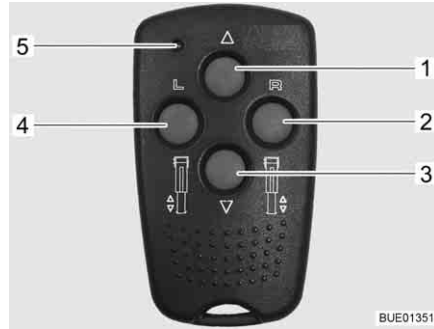

Fig. 34 Controlo remoto para apoios de elevação elétricos
- Pré-seleção: Apoio de elevação do lado esquerdo (Fig. 34,4)
- Pré-seleção: Apoio de elevação do lado direito (Fig. 34,2)
- Recolher o apoio de elevação (Fig. 34,1)
- Extrair o apoio de elevação (Fig. 34,3)
- LED de controlo (Fig. 34,5)
Sempre que uma tecla é pressionada, o LED de controlo (Fig. 34,5) pisca.
- Prima a tecla de pré-seleção para o lado do apoio de elevação (Fig. 34,2 ou 4) aprox. 1 segundo.
- Prima durante 2 segundos a tecla "Extrair apoio de elevação" (Fig. 34,3) e mantenha-a pressionada até o pé de apoio (Fig. 36,4) estar assente no chão.
- Prima durante 2 segundos a tecla "Recolher apoio de elevação" (Fig. 34,1) e mantenha-a premida até o pé de apoio (Fig. 36,4) estar completamente recolhido. Quando o apoio de elevação estiver completamente recolhido, soa um sinal de controlo.